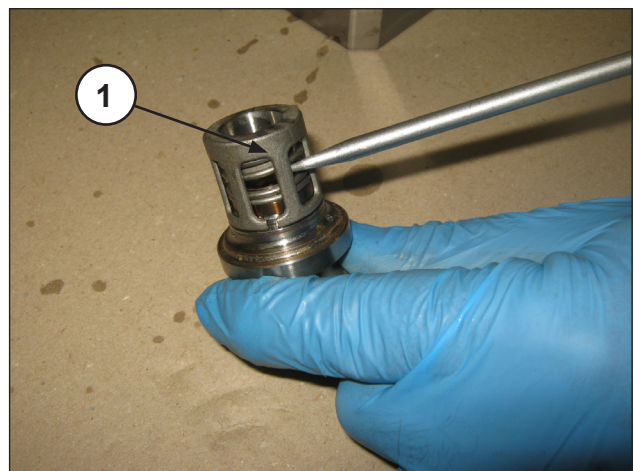
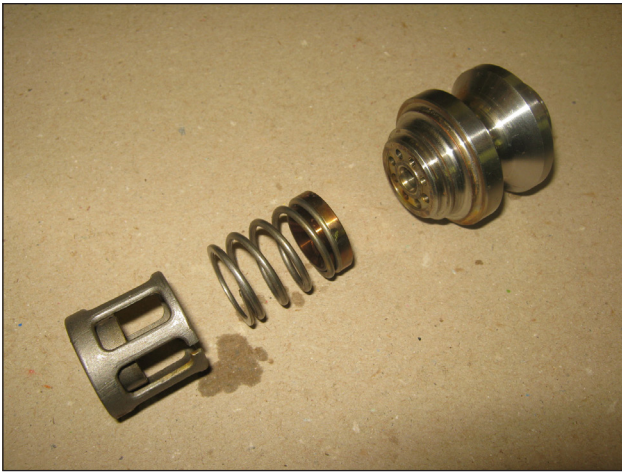

Abb. 25
Abb. 26
- Entnehmen Sie die Ventilsitze ① wie in Abb. 25 dargestellt, überprüfen Sie den Verschleißzustand der einzelnen Bauteile und tauschen Sie diese bei Bedarf aus, siehe Abb. 26.